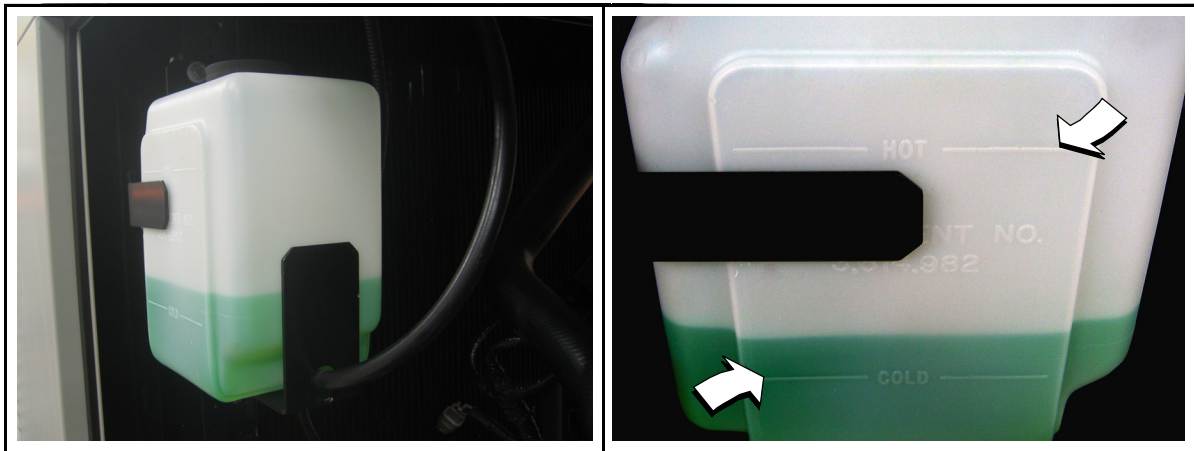

Figura 5-6. Depósito de rebose de refrigerante
1. Verifique que el nivel de refrigerante esté entre las marcas HOT (caliente) y COLD (frío) del depósito de rebose. Vea la Figura 5-6.